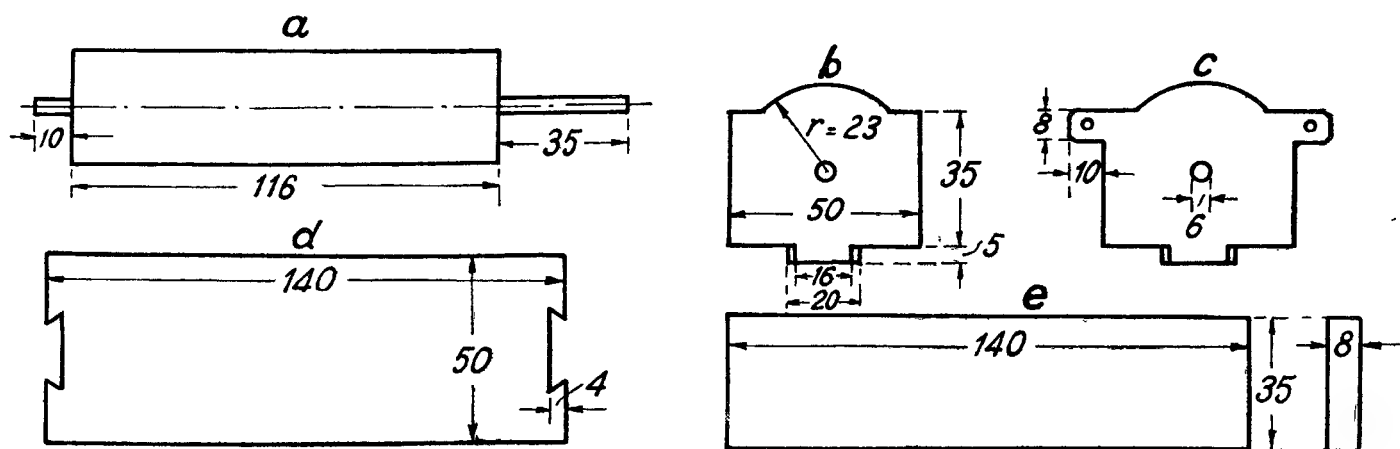

Рис. 3.
1. Деревянный вал из крепкого дерева, диаметром около 30 мм и длиной 115 мм (рис. 3—a).
2. Станина для коммутатора, изготовленная из 4- или 5-миллиметровой фанеры (форма и размеры указаны на рис. 3—b, c, d).
надевают две металлические шайбы (можно от гнезд) и между ними помещают спиральную пружину (витков в 6—8). Эта пружина будет помогать щетке, лежащей на кольце с выпуклостями, удерживать валик коммутатора от произвольного вращения. Передняя и задняя стенки при помощи столярного клея укрепляются на нижней части коммутатора (рис. 3, д).